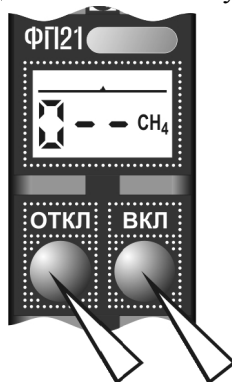

Рисунок 9.3
той кнопке "ОТКЛ" включить газоанализатор (рисунок 9.3). После появления на индикаторе надписи "0 - -" отпустить кнопки;
1) при нажатой кнопке "ОТКЛ" включить газоанализатор (рисунок 9.3). После появления на индикаторе надписи "0 - -" отпустить кнопки;